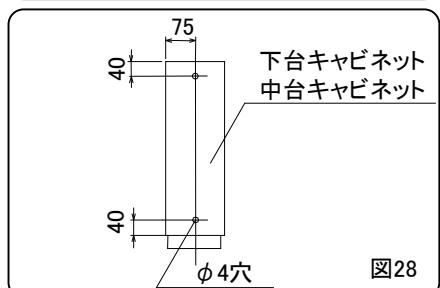

図28
- ②下台キャビネット天板に下穴(Φ4穴)を加工してください。(図28)